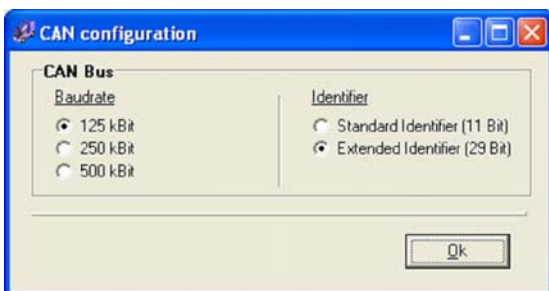

Fig. 5 Finestra di dialogo per la configurazione CAN
- Cliccare sul pulsante, per aprire la finestra di dialogo della configurazione CAN (si veda fig. 5).